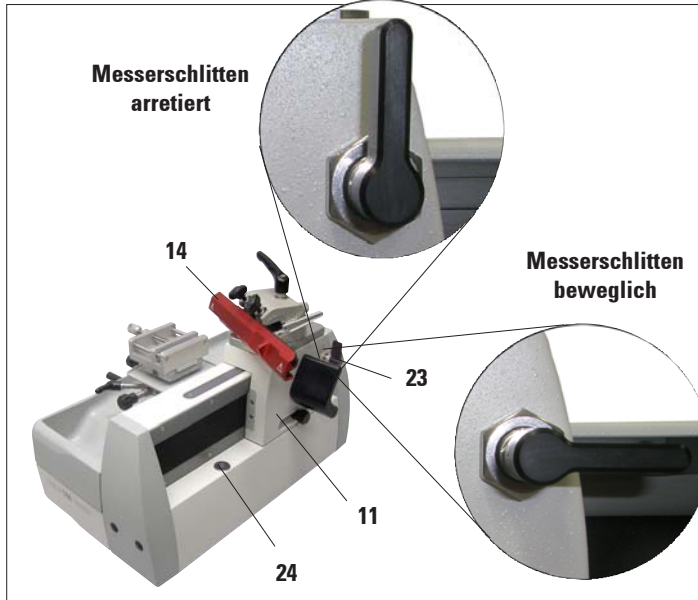

Abb. 2
- Vor dem Transport muss der Messerschlitten mit dem Drehraster (23, Abb. 2) arretiert werden!